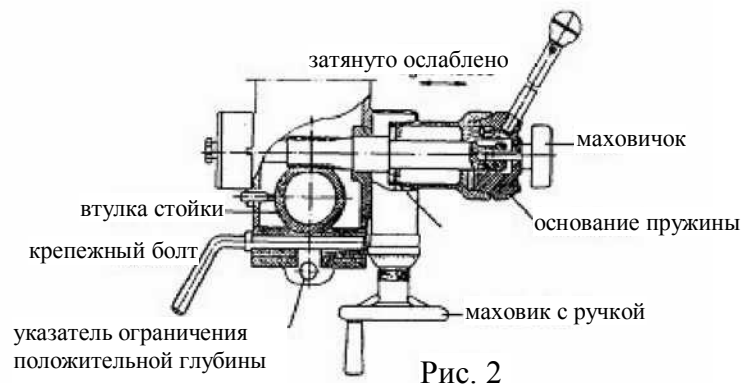

Рис. 2
- (1). Подготовка к сверлению (см. рис. 2) (за исключением системы дополнительного питания).
(2). Подготовка к фрезерованию (см. рис. 2) (за исключением системы дополнительного питания)